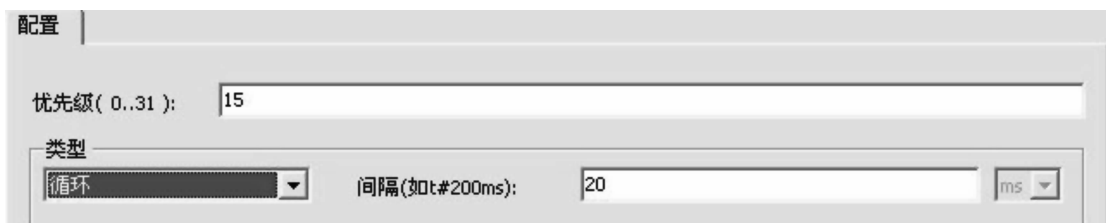

图 5-28 程序循环运行
- 2) 循环：程序从头至尾循环运行，但刷新程序的周期是一致的，并且需要定义。一旦程序的运行时间超过刷新周期，则报警。如图 5-28 所示，程序循环时间设定为 20ms。